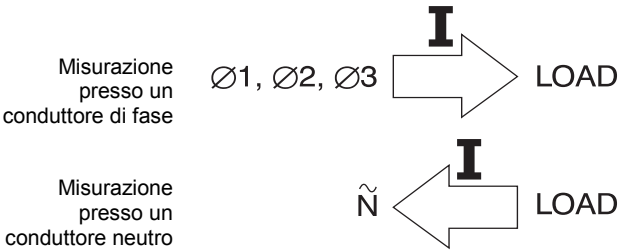

Figura 4. Orientamento del Morsetto di Corrente
- Accertarsi che la freccia presente sulle ganasce del morsetto sia rivolta verso il carico delle misurazioni di fase o lontano dal carico (verso la sorgente) per misure verso massa (vedere Figura 4).